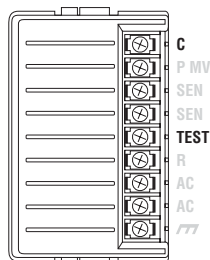

Fig. 4
**NOTA:** Anche se è preferibile raccordare tutti i cavi dell'impianto esterno prima di mettere sotto tensione il programmatore, con l'ICC non è indispensabile. Dopo aver messo sotto tensione il programmatore fissare il cavo comune alla morsettiera di raccordo, come descritto sopra. Poi mettere in contatto il filo di ciascuna valvola con il morsetto che porta l'indicazione TEST per identificare la posizione della valvola. Non appena il filo entra in contatto con il morsetto TEST si avrà l'apertura della valvola. Dopo aver identificato la posizione della valvola si potrà inserirne il filo nel morsetto corrispondente. In questo modo si possono programmare le valvole secondo l'ordine logico d'uso, evitando di danneggiare il programmatore con le eventuali scintille prodotte dai cavi (Fig. 4).